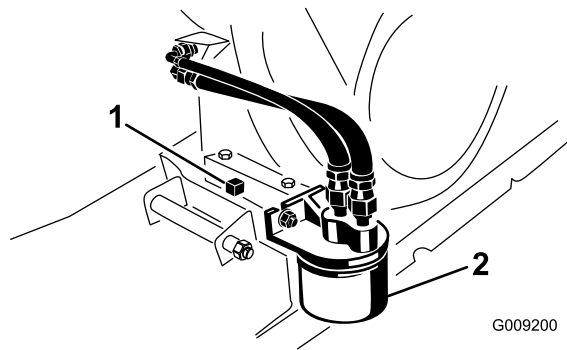

Bild 33
2. Entfernen Sie den vorhandenen Ölfiler (Bild 33).
4. Schrauben Sie den neuen Filter auf den Filteradapter, bis die Dichtung die Befestigungsplatte berührt; ziehen Sie den Filter dann um eine weitere $\frac{1}{2}$ bis $\frac{3}{4}$ Umdrehung an (Bild 33).
6. Stellen Sie eine Auffangwanne mit einem Fassungsvermögen von 1,8 l unter die Ablassschraube (Bild 33).
7. Entfernen Sie die Ablassschraube und Dichtung (Bild 33).